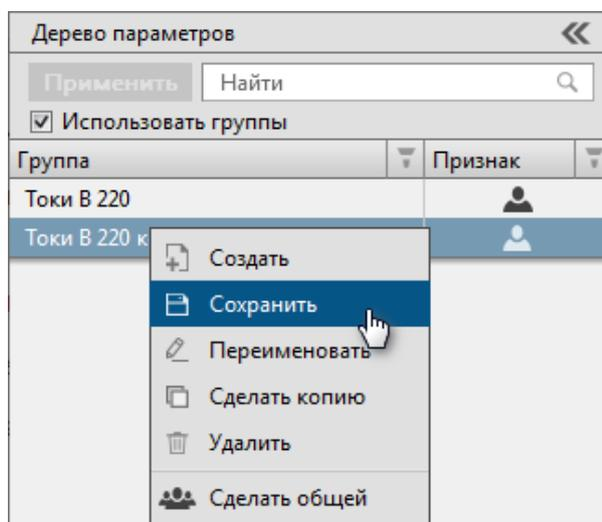

Рисунок 31 - Сохранить
3. Нажмите *к м* по копии и выберите команду **Сохранить** (Рисунок 31).